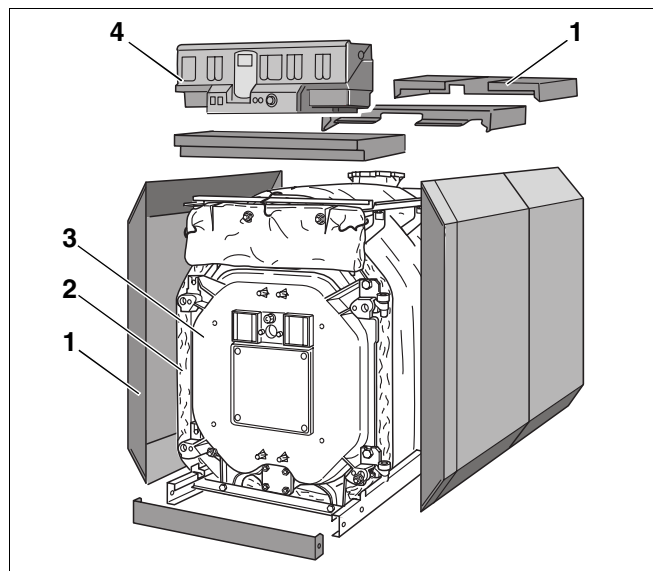
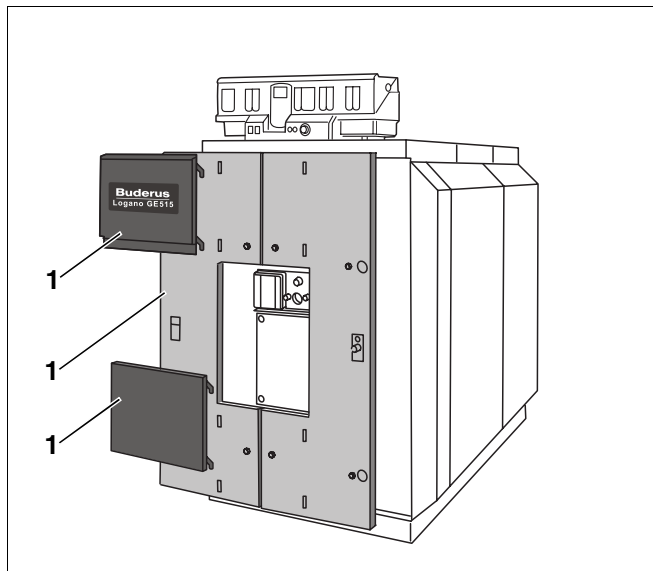

Abb. 1 Öl-/Gas-Spezialheizkessel Logano GE515
Abb. 2 Öl-/Gas-Spezialheizkessel Logano GE515
- Kesselblock (Abb. 1, **Pos. 3**).
- Kesselmantel (Verkleidung, Abb. 1 und Abb. 2, **Pos. 1**), Wärmeschutz (Abb. 1, **Pos. 2**).
- Regelgerät (Abb. 1, **Pos. 4**).